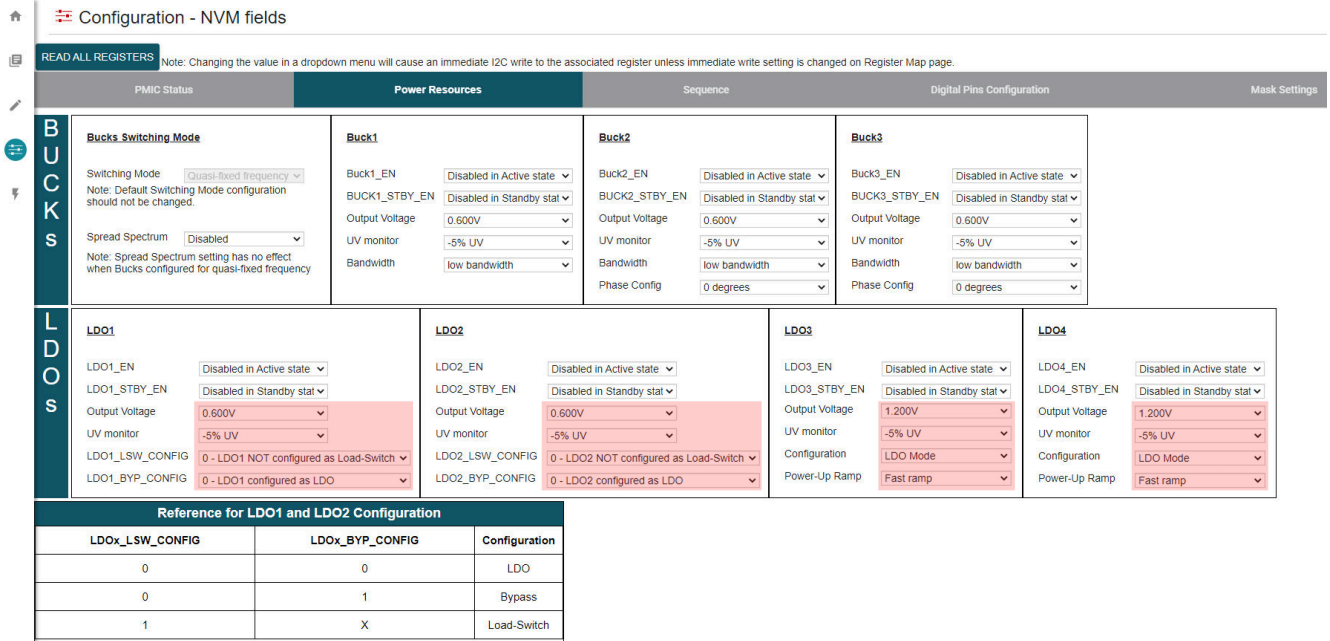

图 4-4. 使用 TPS65219-GUI 的 LDO 设置
- 图 4-4 显示了使用 TPS65219-GUI 时需要更改的设置。